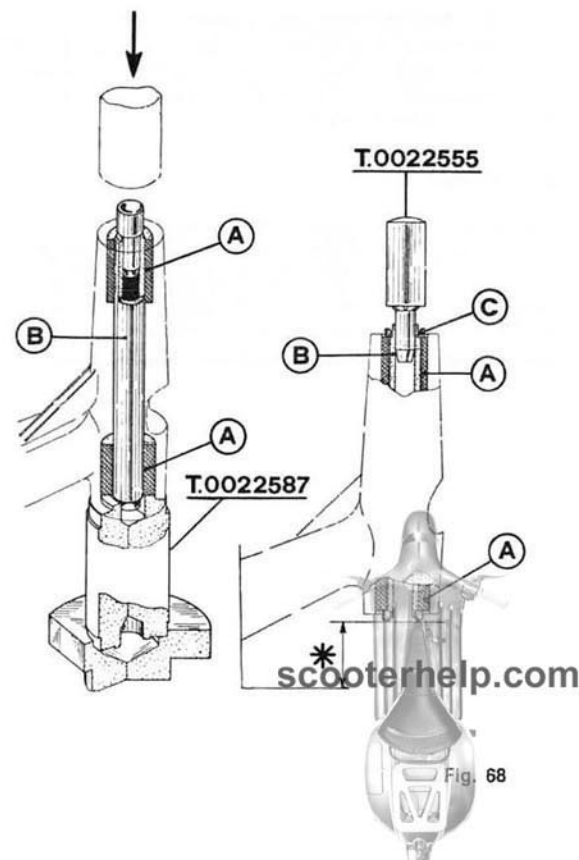

Fig. 68
3rd Operation, if necessary (Fig. 68): On engine bracket extremity facing the contact surface of the crankcase halves, the tube should project in such a manner that, when the distance piece « C » is mounted and tube punch marks formed, the extremity punch marked is 45.3 ± 0.5 mm. from the
3.a Operación eventual (Fig. 68): Desde el extremo del travesaño, lado superficie de acoplamiento carter, el tubo debe sobresalir de forma que, montado el distanciador « C » y efectuado el rechaflanado del propio tubo, la extremidad achaflanada diste de la superficie de acoplamiento carter
4th Operation (fig. 68): mount the distance pieces and upset punch the tube B at its two extremities. On the side with the smaller diameter buffer mount one of the spacer washers, indicated in the Spares Catalogue, which when assembled will axially compress the buffer by 0 to 1.5 mm.
Notice - The assembly of the crankcase to chassis suspension group can also be carried out on an engine assy. In this case, given the difficulty in checking the dimension indicated by asterisk (see fig. 68) the dealers can eliminate said operation on condition that after assembling the tube, its extremities project equally from the engine bracket.
4.a Operación (fig. 68): Montar los distanciadores y achaflanar el tubo B en los dos extremos. En el lado del silent-block de menor diámetro, montar uno de los anillos distanciadores previstos en el catálogo P. R. para obtener un acoplamiento que permita un apriete axial sobre el taco de 0 ÷ 1,5 mm.
Advertencia - El montaje en el travesaño del grupo elástico de unión del motor al chasis, puede también realizarse con el motor completo. En tal caso, dada la dificultad de verificar la medida indicada con asterisco (ver fig. 68), los Distribuidores pueden no efectuar dicho control, asegurándose que al montaje del tubo los extremos sobresalgan de la misma medida de los extremos del travesaño.